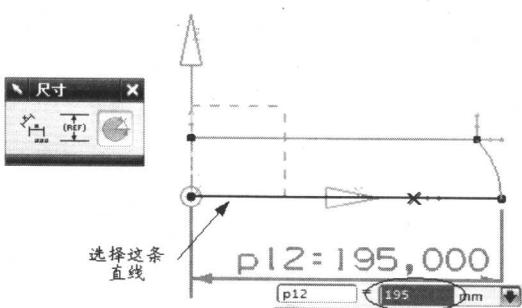
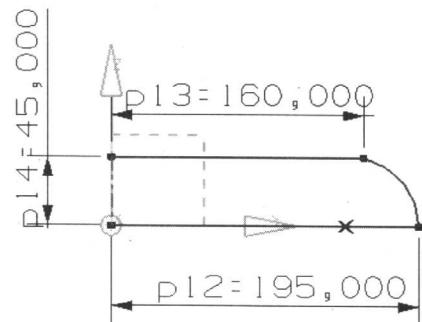

图 1-11
图 1-12
(8) 调用【自动判断的尺寸】功能，标注最初建立的水平直线，并在输入栏中输入 195mm，如图 1-11 所示。接着标注另一条水平线为 160mm，标注竖直线为 45mm，如图 1-12 所示。